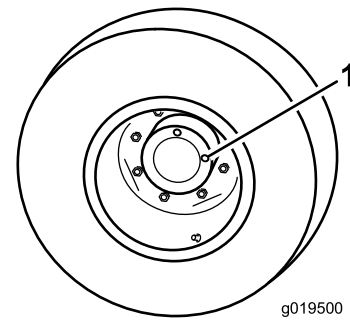

Bild 17
1. Prüf-/Ablassschraube (2)
2. Entfernen Sie die Schraube, die auf 3 Uhr steht (**Bild 17**).
1. Wenn die Maschine auf einer ebenen Fläche steht, positionieren Sie das Rad so, dass eine Prüfschraube auf 12 Uhr und die andere auf 3 Uhr steht (**Bild 17**).